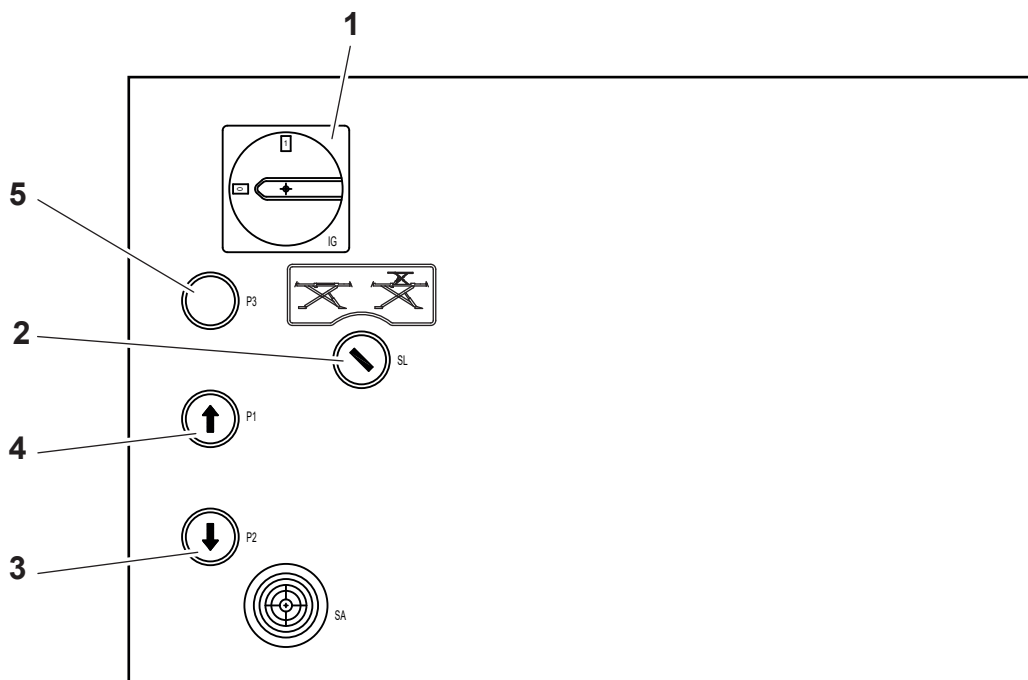

Fig. 44
**Salita.** (Rif. Fig.44) Interruttore generale (1) in posizione 1. Selettore (2): posizione 0 attivazione sollevatore principale. Selettore (2): posizione 1 attivazione sollevatore integrato. Premere il pulsante di salita (4) fino al raggiungimento dell'altezza voluta.
**Discesa.** Premere il pulsante di discesa (3) (il ponte sale brevemente per disinserire gli arpioni di arresto, poi scende).
**Up** - (Ref. Fig. 44) Master switch (1) in position 1.
**Heben.** (Zu Abb. 44). Hauptschalter (1) in Schaltstellung "1" setzen. Wählschalter (2): Schaltstellung "0" Inbetriebsetzung der Hebebühne. Wählschalter (2): Schaltstellung "1" Inbetriebsetzung des Achshebers.
**Montée.** (Réf. Fig. 44) Interrupteur principal (1) sur la position 1. Sélecteur (2): position 0, actionnement de l'élévateur principal. Sélecteur (2): position 1, actionnement de l'élévateur intégré.
**Subida.** (Ref. Fig.44) Interruptor general (1) en posición 1.